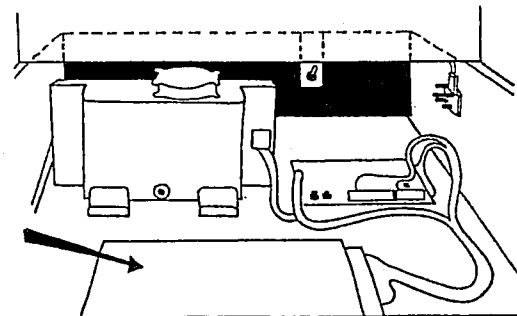

Abb. 4
3. Spielplatine in vorgesehene Halterung einsetzen Abb. 4